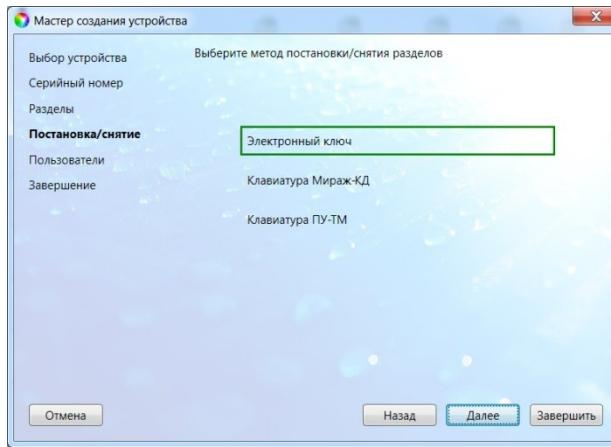

Рис. 5.12. Окно Постановка/снятие
11. В следующем окне *Постановка/снятие* выберите один из предлагаемых способов постановки контроллера на охрану и снятия с охраны (рис. 5.12).